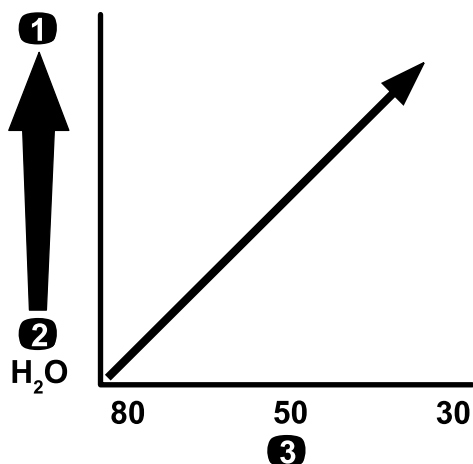

Рисунок 76
**Внимание:** При распылении химикатов с более высокой вязкостью (более плотных) или растворов со смачивающимися порошками может потребоваться применение более грубого сетчатого фильтра линии для приобретаемого отдельно фильтра линии всасывания; см. Рисунок 76.